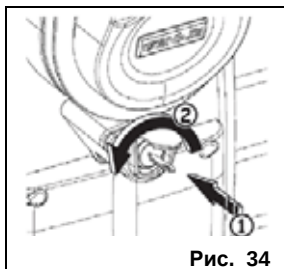

Рис. 34
- Вставив ключ для доступа к механизму отпирания, повернуть стрелу до упора против часовой стрелки в положение **"STOP"** (Останов). Рис. 34